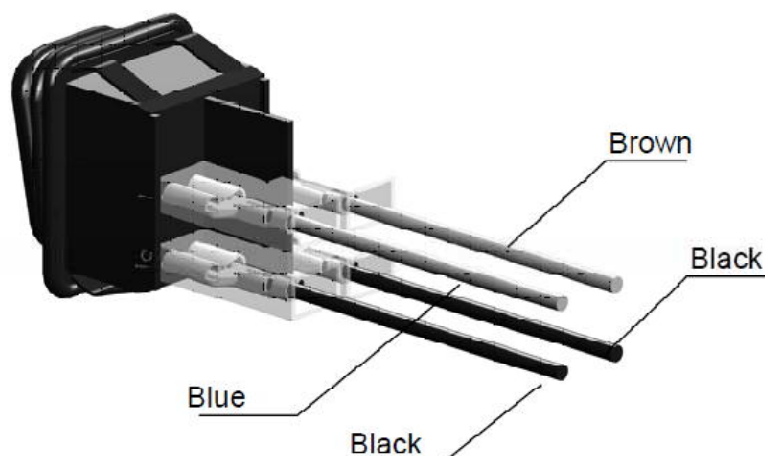

図8 電源スイッチの配線
- 10) 電源スイッチのファストン端子を挿して下さい。(図8を参照して下さい。上部に2本の Black配線 Brown, Blue配線は中段へ挿して下さい。)